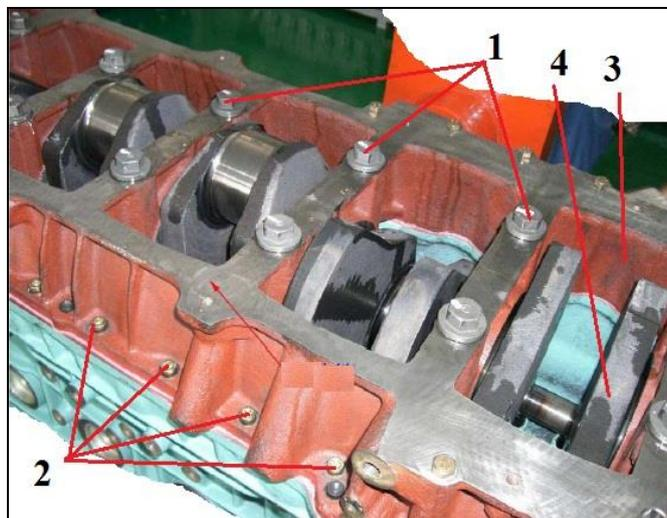

Рис. 40 Снятие коленвала и нижней плиты
2.38. Снятие нижней плиты и коленчатого вала (см. Рис. 40)